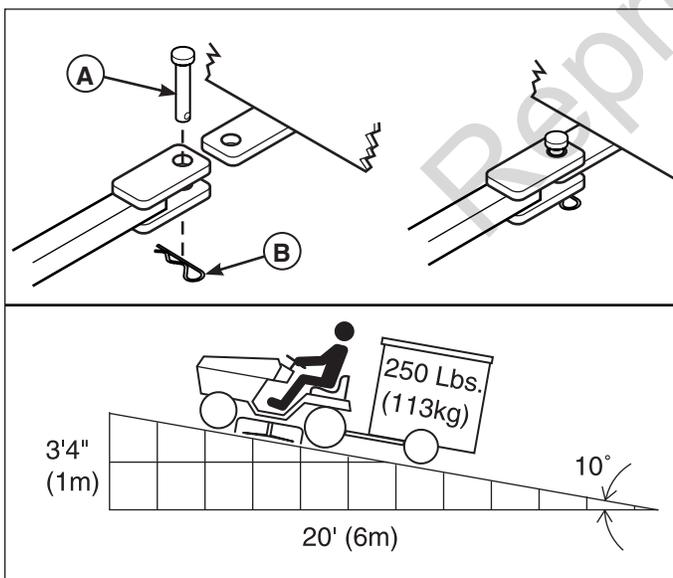

Figure 5. Poids de remorque conseillé
L'effort de traction horizontal maximum admissible est de 280 N. L'effort de traction vertical maximum est de 160 N. Ceci correspond à une remorque de 113 kg (250 lb.) sur une pente de 10 degrés. Attacher la remorque avec une broche à épaulement (A, Figure 5) et une goupille (B) de calibre suffisant.